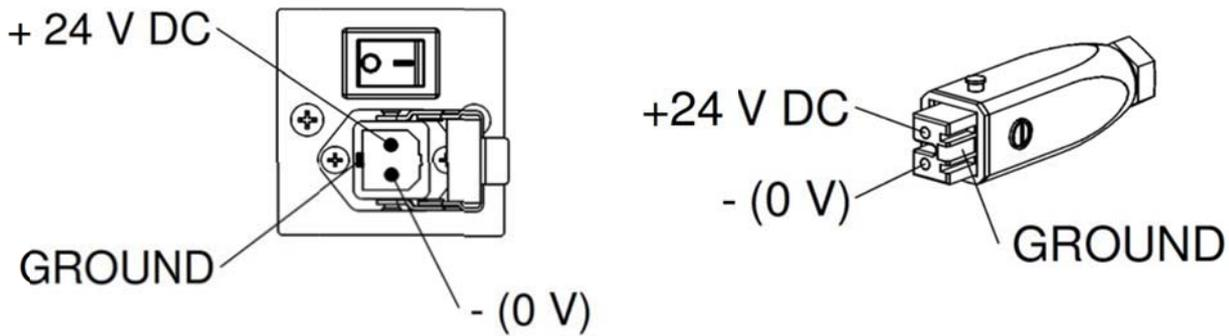

Figure 5 24 V 入力 Manager IQ Easy
- Fig. 5 に示すように、24 V DC 電源コネクタを接続します。